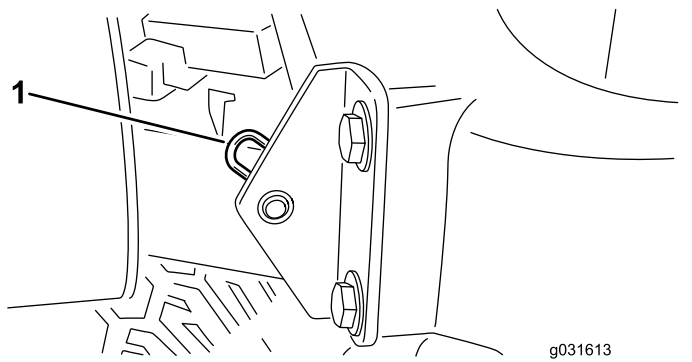

Рисунок 30
2. Снимите игольчатый шплинт крепления оси поворота капота к монтажным кронштейнам (Рисунок 30).